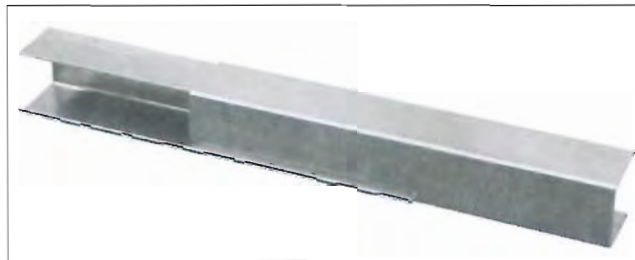

Рис. 5.9 2 защитных профиля (0,5 м) вставлены друг в друга
CEDIMA® предлагает для этого специальные U-профили различной длины (Рис. 5.9), которые монтируются закрытой частью в сторону возможного удара канатом.!
**Защитные профили могут вставляться друг в друга и тем самым полностью закрывать режущий канат (Рис. 5.9, 5.14 и проспект к кантной технике CEDIMA®)!**